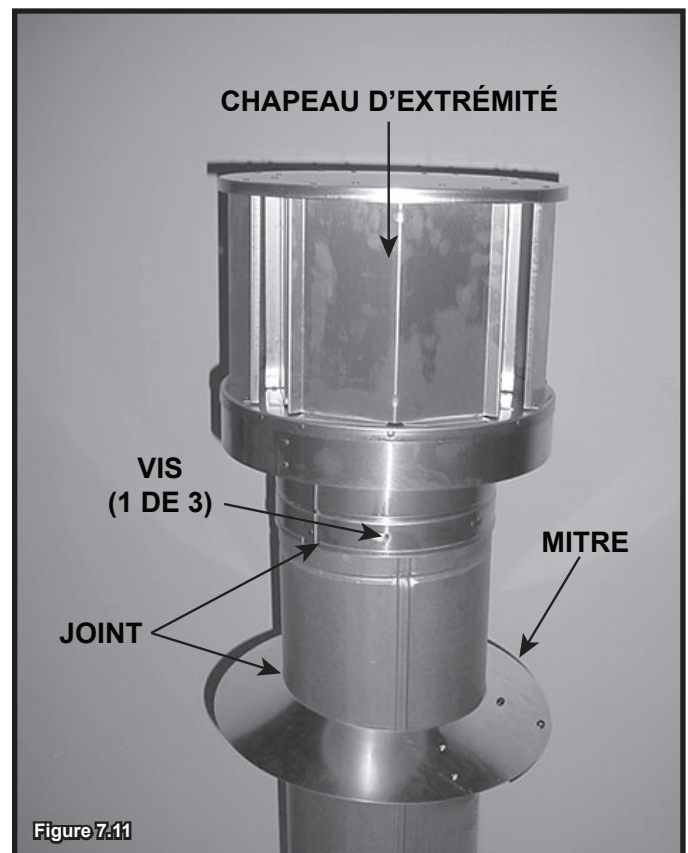

Figure 7.11
- Scellez autour de la partie supérieure du collet d'étanchéité. Voir la figure 7.11.
- Fixez le chapeau de l'extrémité en introduisant les trois vis autotaraudeuses (fournies) dans les trous de guidage du col extérieur, jusqu'à l'extérieur de la cheminée du conduit. Voir la figure 7.11.